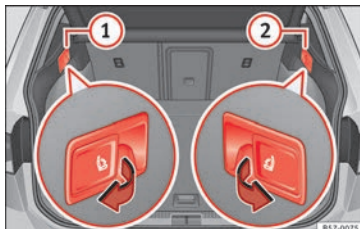

Abb. 146 Im Kofferraum: Entriegelungshebel im Abstand der Teile links ① und rechts ② von der Rücksitzlehne.
- Ziehen Sie am Hebel zur Fernentriegelung auf der linken » Abb. 146 ① oder der rechten ② Seite der Rückenlehne in Pfeilrichtung. Der entriegelte Teil der Rücksitzbank klappt nun automatisch nach vorn um.